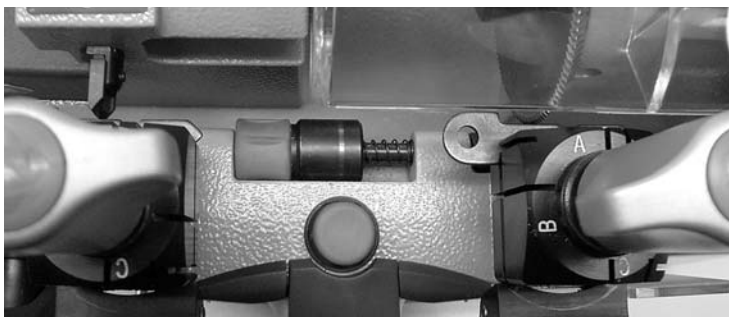

Fig. 14
- 5) Leve as chaves na parte plana em contacto com a fresa e com o palpador (fig. 14).